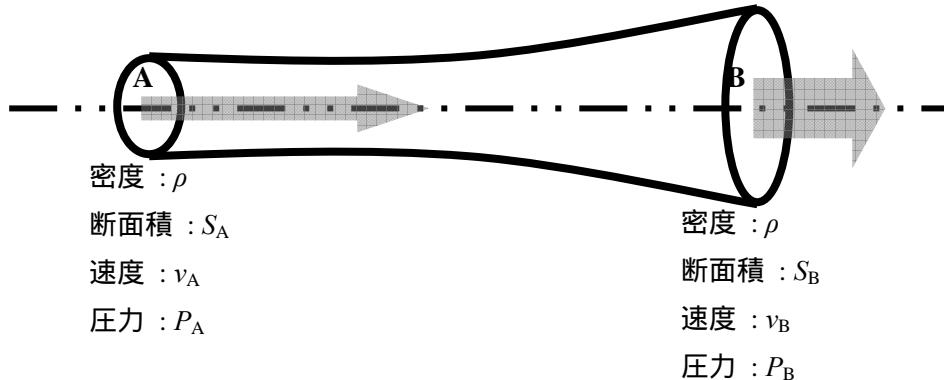
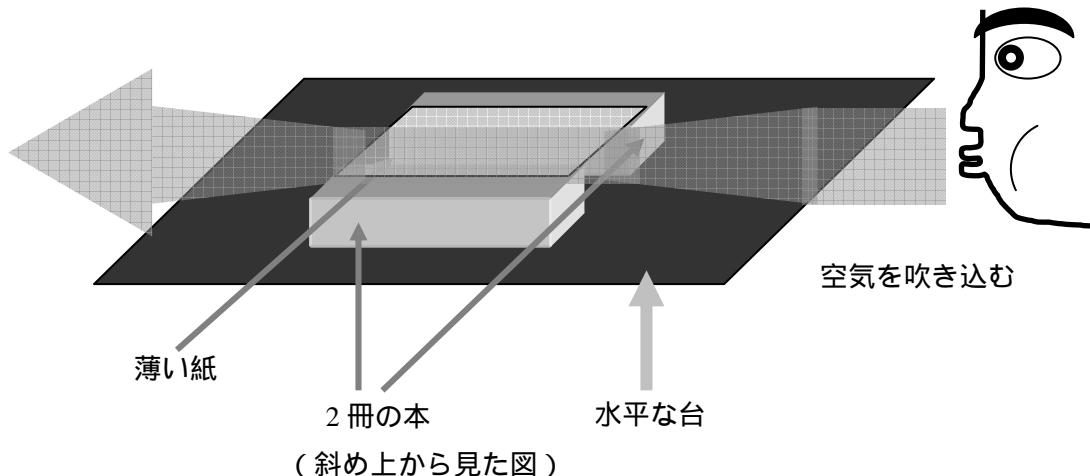

図 4 水平な流管内の定常流れ
図 5 本（障礙物）の間が隘路になる様子（流量の収支から、結果的に隘路部分の空気が相対的に速く通過する）
**問 7** まず、ベルヌーイの定理の意味を説明する。例えば図 4 のような部分によって断面積が異なるような水平な管中に定常的に密度が一定（ $\rho$ ）の流体を流した場合を想定する。
本設問では設問で示した図 4 のように吹き込んだ空気が本来直進するところを置かれた本（障礙物）に遮られ、それらの間隙を通つていかなくてはならないような状況を想定している。この様子を下記の図 5（設問中の図 5 とほとんど同じ図）は示している。すなわち、二冊の本の間は「隘路（あいろ）」になっている。
この場合も図 4 の時と同様に、エネルギー収支と質量収支の式を立てる。以下、 $g$  を重力加速度とする。まず、A 地点からこの区間へ単位時間に流入する流体の力学的エネルギー（運動エネルギーと位置エネルギーの和）は  $\frac{1}{2}(\rho S_A v_A) v_A^2 + (\rho S_A v_A) h_A g$  である。また A 地点の
断面が区間内の流体へ単位時間にする仕事は  $P_A S_A v_A$  である。次に B 地点から区間外へ流出する流体の力学的エネルギーは  $\frac{1}{2}(\rho S_B v_B) v_B^2 + (\rho S_B v_B) h_B g$  , B 地点の断面が区間外の流体へ単位時間にする仕事は  $P_B S_B v_B$  である。図 4 の時と同様に、このように書ける理由は各人で考えてみよう。いま、定常的な流れを考えているので、上記のように計上した「流入するエネルギー」と「流出するエネルギー」はつり合わなくてはならない。よって、
先の、硫酸水素イオン  $\text{HSO}_4^-$  のところで説明したように、原子の位置を変えずに、電子対のみを動かして相互に変換できる構造を「共鳴構造」という。例えば、皆さんはベンゼンの構造式を描くときにどのように描くだろうか？一般には、図4に示したように、単結合と二重結合が交互になった6員環構造を描くと思う。また、左のように描いてもいいし、右のように描いてもいいと習った（習う）ものと思う。ここでこの構造をよく見て欲しい。右と左の構造は、原子の位置を変えずに電子対のみを動かして相互に変換できることに気づくと思う。そう、これらの構造は互いに「共鳴構造」である。